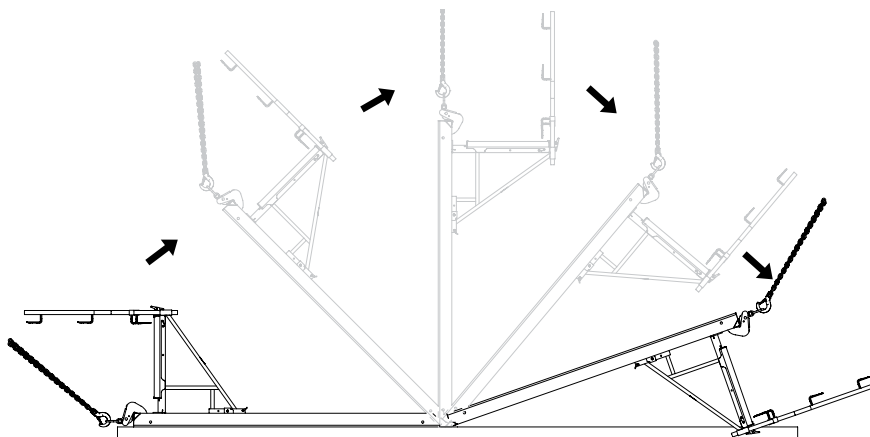

Fig. A6.01
Le montage de la barrière de protection grillagée PMB est effectué sur l'élément couché. L'élément doit être tourné pour le montage de la barrière de protection grillagée PMB. (Fig. A6.01)
2. Tourner l'élément. (Fig. A6.01)